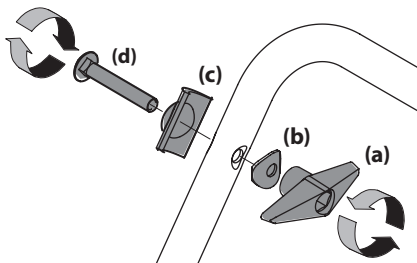

Figura 2-8
2. Afloje la perilla de aletas (a), la arandela cóncava (b), la lengüeta de la barra de control (c) y el tornillo de carro (d) que están a ambos lados de la barra de control inferior. Consulte la Figura 2-8.